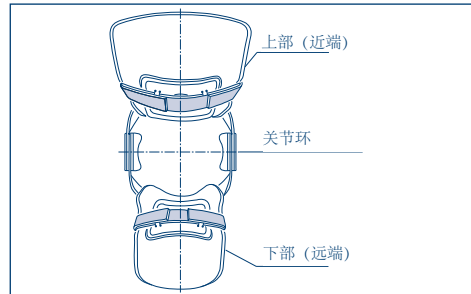

图 3: 前抽屉
- 通过两个腓窝衬垫（图 3）形成一个 4 点系统，例如针对前部不稳（抽屉）症状。